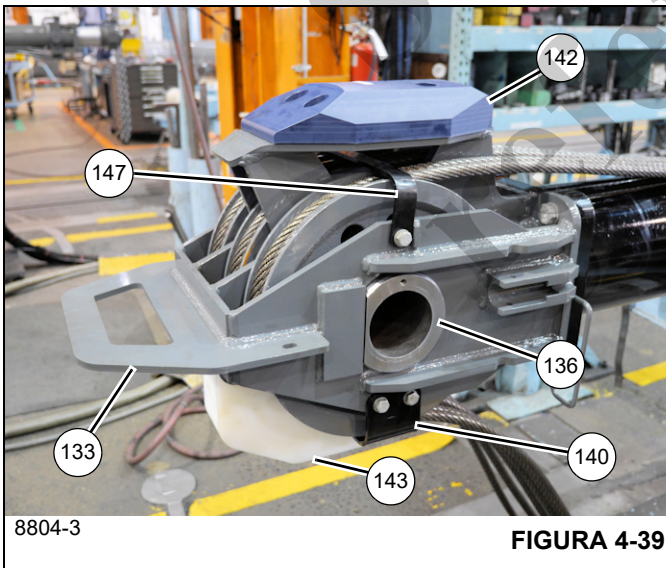

FIGURA 4-39
96. Retire los dos pernos (144), las cuatro arandelas planas (10), las dos arandelas de seguridad (11) y las dos tuercas (12) que fijan la almohadilla de desgaste (143) al miembro soldado del montaje de polea del cilindro telescópico (133) (vea la Figura 4-39).
97. Retire los cuatro pernos (141) y las arandelas planas (10) que fijan el retenedor de cable superior (140) al miembro soldado del montaje de la polea del cilindro telescópico (133) (vea la Figura 4-39).
98. Retire los cuatro pernos (13) y las arandelas planas (10) que fijan la almohadilla de desgaste (142) al miembro soldado del montaje de la polea del cilindro telescópico (133) (vea la Figura 4-39).
99. Retire los dos pernos (141) y las arandelas planas (10) que fijan el retenedor de cable inferior (147) al miembro soldado del montaje de la polea del cilindro telescópico (133) (vea la Figura 4-39).